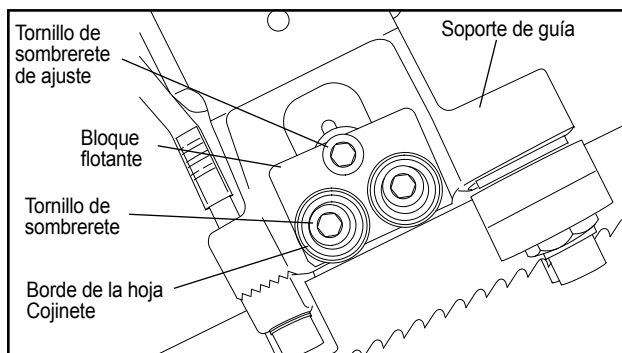

Figura 21: Reemplazo del rodamiento del extremo de hoja
7. Ajuste los rodamientos en el borde superior de la hoja hasta que apenas hagan contacto con la hoja (vea la Figura 21).
1. Saque el tornillo de sombrerete del rodamiento del extremo de la hoja que va a reemplazar y deseche el rodamiento. Asegúrese de no perder la arandela elástica que separa el rodamiento del bloque flotante (vea la Figura 21).